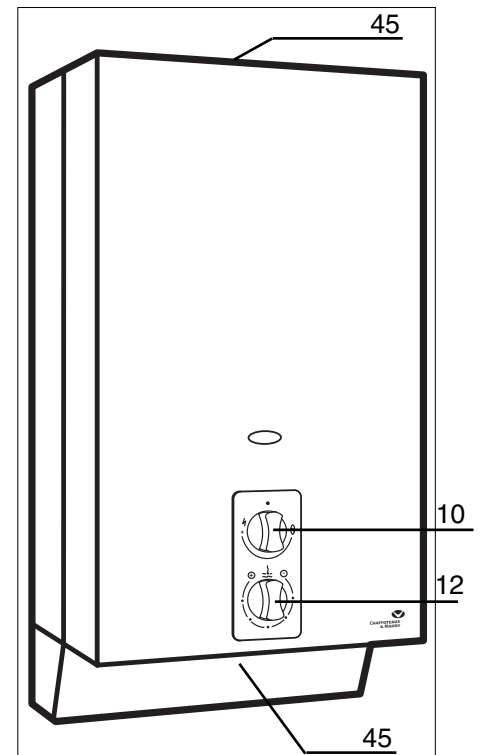

Fig.10
- Retirer la façade du chauffe-bain. Voir paragraphe «démontage de la façade d'habillage» (fig. 10).
Démontage de l'habillage (fig.10)
(fig. 10, page 3).